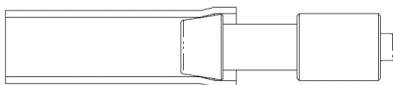

Рис. 4-7 Подсоединение фитинга к стерилизованному люэровскому наконечнику
1. Подсоедините стерилизованный фитинг к стерилизованному люэровскому наконечнику. См. Рис. 4-7.